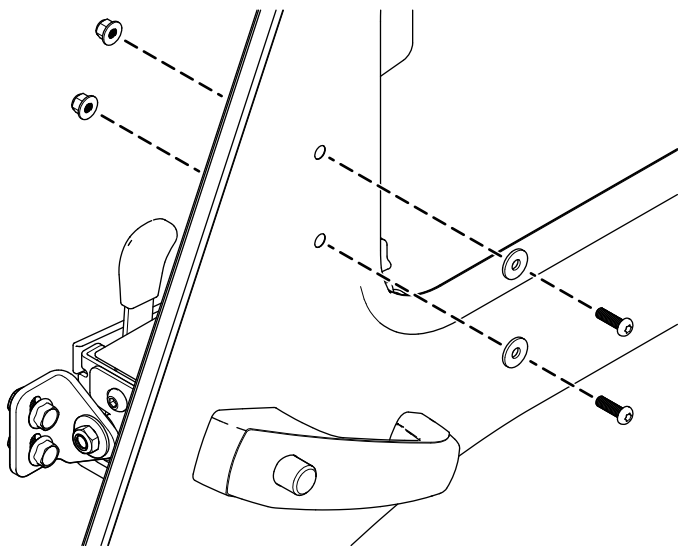

図3
1. キャブのドアについている既存のトークスヘッドねじ2本、ワッシャ2枚、ロックナット2個を外す図3。